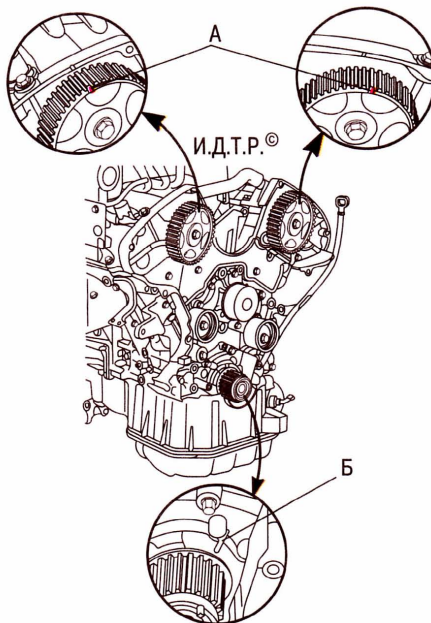
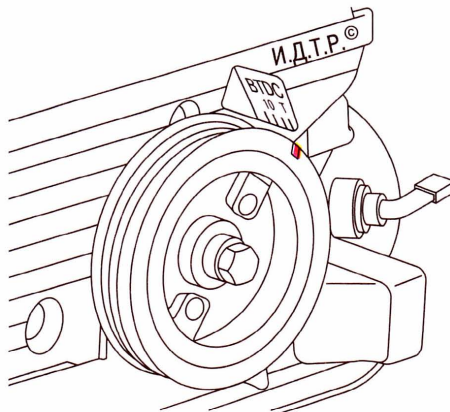

Рис. 12.19. Установочные метки газораспределительного механизма
Рис. 12.20. Установочная метка на шкиве привода вспомогательных агрегатов
6. Проверните коленчатый вал двигателя за болт крепления шкива привода вспомогательных агрегатов до совпадения меток А (рис. 12.19) на зубчатых шкивах впускных распределительных валов с метками на крышках головок блока цилиндров. При этом метка (прорезь) на шкиве привода вспомогательных агрегатов должна совпасть с меткой Т на приливе нижней крышки ремня привода распределительного вала (рис. 12.20).
7. Если шкив привода вспомогательных агрегатов снят (например, для замены ремня привода газораспределительного механизма), вверните болт крепления шкива в хвостовик коленчатого вала и проворачивайте коленчатый вал за этот болт до совпадения меток А (см. рис. 12.19) с метками на крышках головок блока цилиндров. При этом метка (штифт) на зубчатом шкиве коленчатого вала должна совпасть с меткой Б на корпусе масляного насоса.